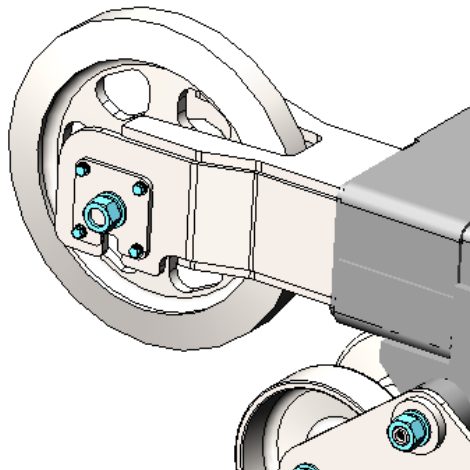

Рисунок 5.8. Внешний осмотр натяжного колеса
- ▶ Проведите визуальный осмотр, рис. 5.8.